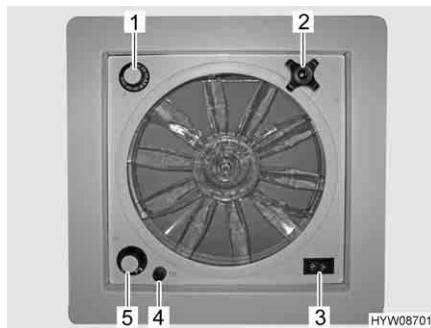

Fig. 78 Oblò con ventilatore
- ▶ Un fusibile da 4 A (Fig. 78,4) protegge da sovraccarico il motore del ventilatore. Se si verifica un sovraccarico: Per prima cosa individuare ed eliminare la causa (ad es. il ventilatore è sporco), poi sostituire il fusibile.
- Ruotare la maniglia girevole (Fig. 78,2), finché non si raggiunge l'angolo di apertura desiderato.
- Portare l'interruttore a levetta (Fig. 78,3) su "Aerazione" (flusso d'aria dall'esterno verso l'interno) o "Sfiato" (flusso d'aria dall'interno verso l'esterno).
- Portare l'interruttore a levetta (Fig. 78,3) sulla posizione centrale.
- Posizionare l'interruttore girevole (Fig. 78,5) sul grado desiderato:
- Ruotare il termostato (Fig. 78,1) fino alla battuta in direzione "blu".
- Ruotare il cappuccio nero (Fig. 78,4) di un quarto di giro in senso antiorario.